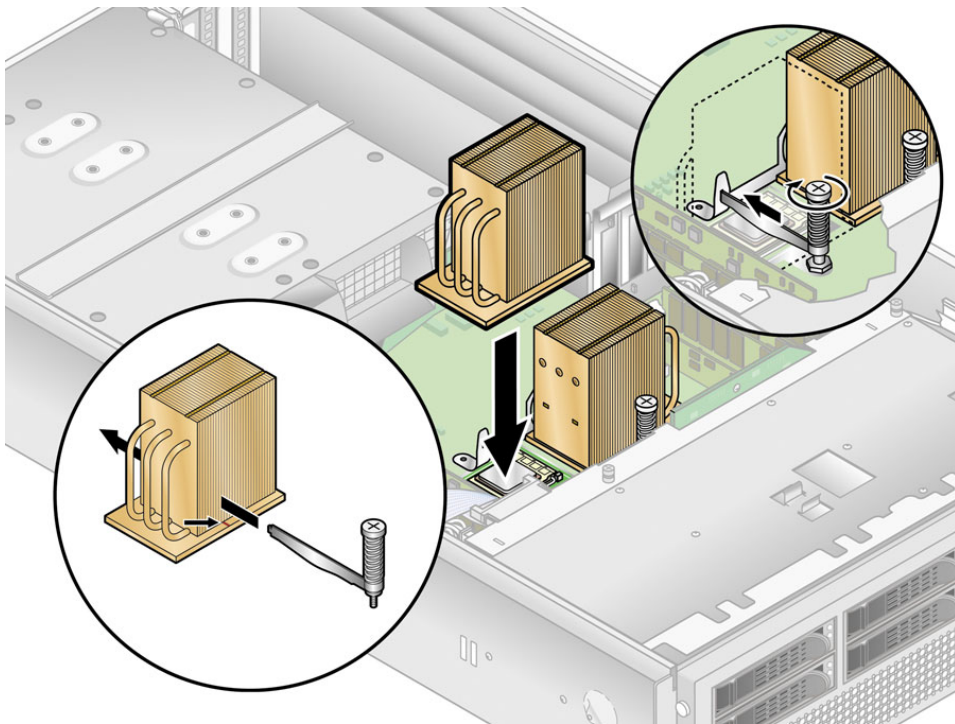

图 4-32 装回散热器下压部件门
10. 正确对齐散热器后，将下压部件重新穿过散热器的散热片（请参见图 4-32）：